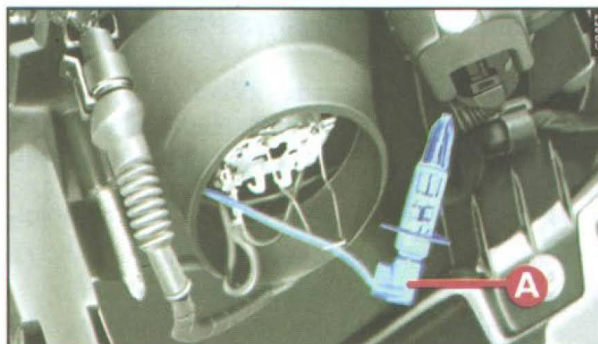

fig. 10
- 3) soltar o conector **A** - **fig. 10** e colocá-lo na nova lâmpada;